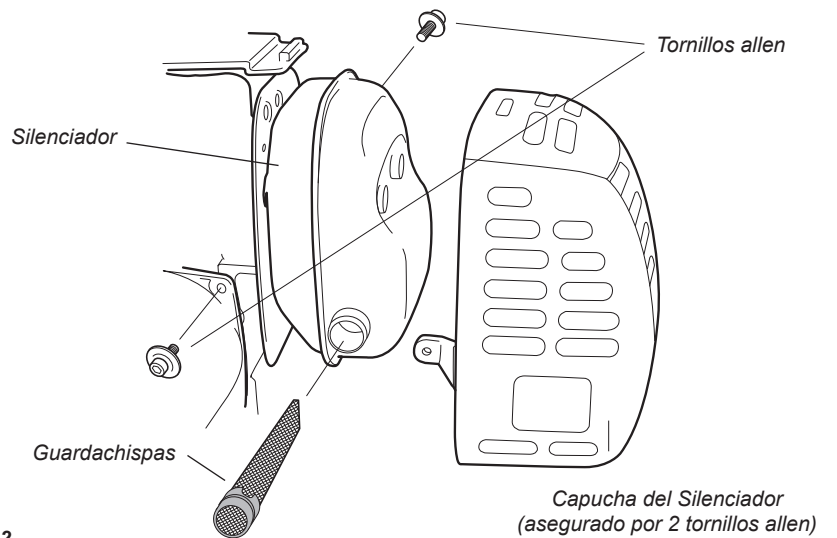

Figura 32
2. Retire los 2 tornillos allen que retienen la cubierta del silenciador y retire la cubierta. Consulte la figura 32.